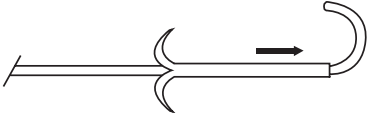

Abb. 1
- a) Διε Peel-Away Εινφύρhilfe vorschieben, υνδ διε Καθητερσπιτze aufzurichten. (Abb. 1)